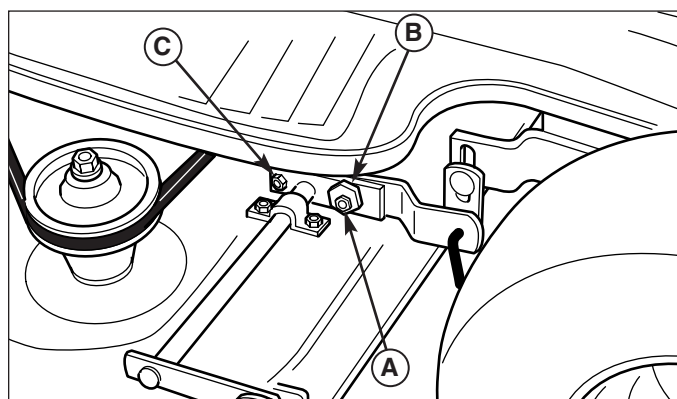

**Figure 31. Réglage de l'embrayage de PDF - Modèles de 112 cm**
2. Desserrer la vis à tête du galet tendeur (A, Figure 31) et faire glisser le galet dans son logement vers l'arrière de façon à utiliser une longueur de courroie plus importante.
4. Engager la PDF. Mesurer la longueur du ressort comprimé (B). Le ressort comprimé doit mesurer de 73 à 76 mm. Répéter les étapes 2 à 4 selon le besoin.